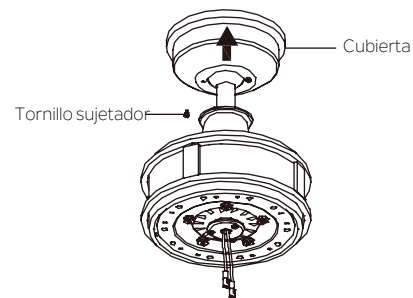

Fig. 17
Paso 1. Ensamble el dosel girando la ranura de la llave en el dosel sobre el tornillo de hombro en el soporte de montaje. Apriete firmemente el tornillo sujetador. Ensamble por completo y apriete el segundo tornillo sujetador que se retiró previamente. (Fig. 17).